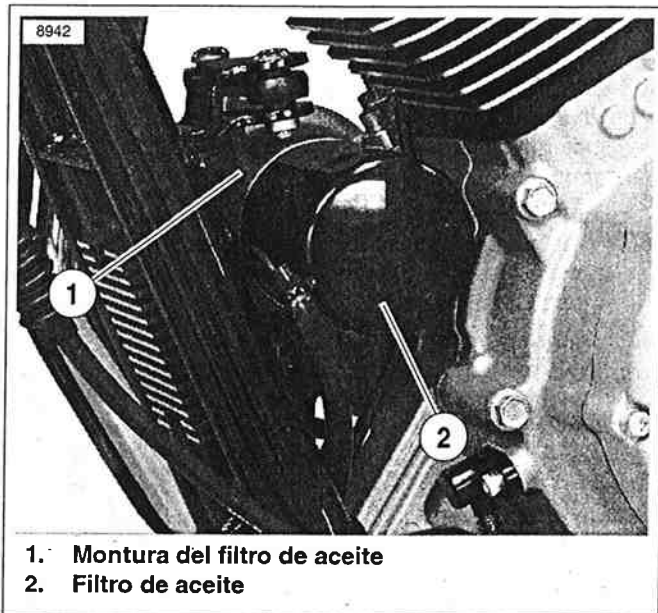
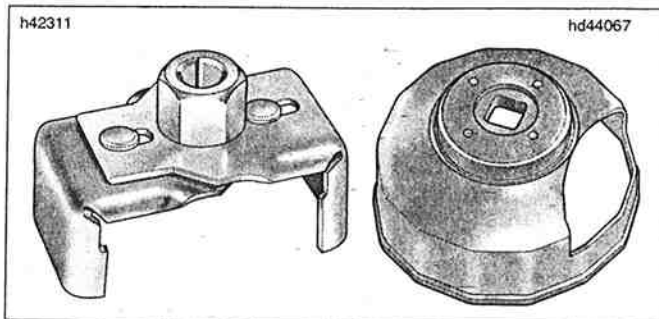

Figura 1-5. Filtro de aceite
Figura 1-6. Llave para filtro de aceite (HD-42311) (izquierda), HD-44067-A (derecha)
2. Vea la Figura 1-5. Vea la Figura 1-6. Quite el filtro de aceite usando la LLAVE PARA FILTRO DE ACEITE (HD-42311 o HD-44067-A). Gire a la izquierda el filtro de aceite para retirarlo del soporte del filtro.